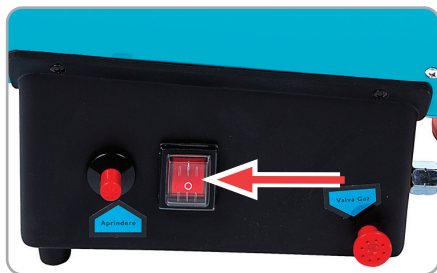

Fig.7
- Apasati intrerupatorul tunului pe pozitia Pornit si verificati daca ventilatorul incepe sa ruleze corect (fig.7).